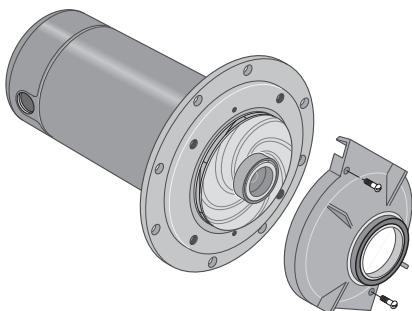

FIGURE 12 - RETIRER LE DIFFUSEUR
3. Retirez le diffuseur (figure 12). L'impulseur exposé peut maintenant être nettoyé.